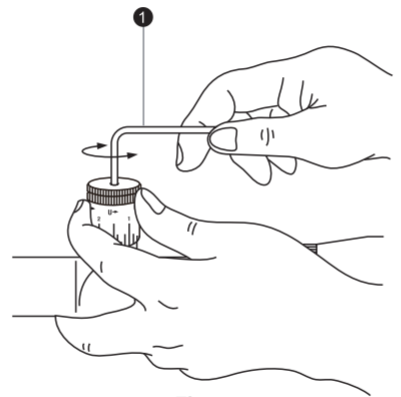

Fig. 3-3
În timp ce țineți cu degetele turela pentru a evita deplasarea inelului gradat aliniat, rotiți șurubul aflat la partea de sus a turelei în sens antiorar folosind cheia hexagonală inclusă (1) până când șurubul este scos. Apoi scoateți turela (fig. 3-3).